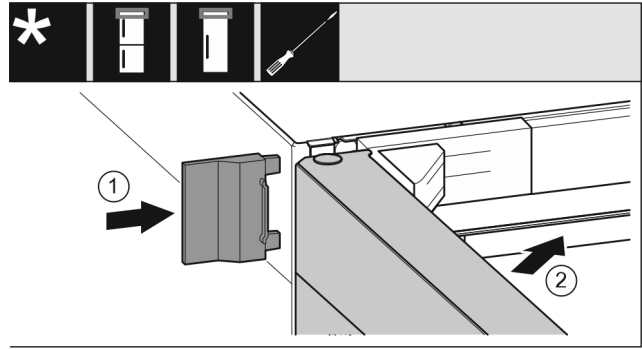

Fig. 34
- ▶ Împingeți apărătoarea exterioară. Fig. 34 (1)
- ▶ Închideți ușa superioară. Fig. 34 (2)